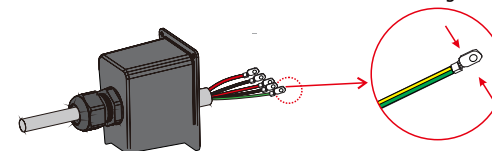

Figura 4.3-5 Instalación de los terminales de conexión de CA
Paso 3. Instale el terminal de conexión de CA en el cable. Véase la figura 4.3-5.